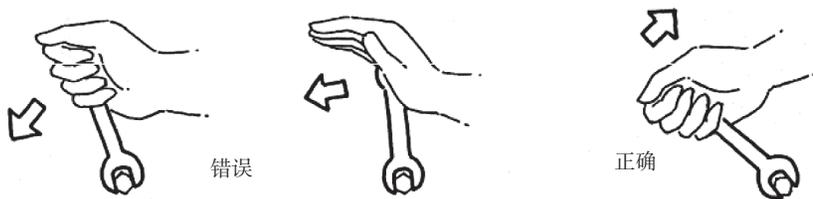

图 1-2-3 推扳手与拉扳手
② 使用扳手时应拉动扳手,这样更安全,如图 1-2-3 所示。如果推动扳手,可能向前移动不顺,手也可能碰到其他零件,扳手从螺栓或螺母中滑落时手可能会受伤。如果用另一只手握住把手和螺栓或螺母结合处,则更安全可靠。如果由于一定原因必须向前推扳手,把手张开推。这样即使工具滑落,也不会造成太大伤害(这一警告同样适用于类似工具或套筒扳手)。